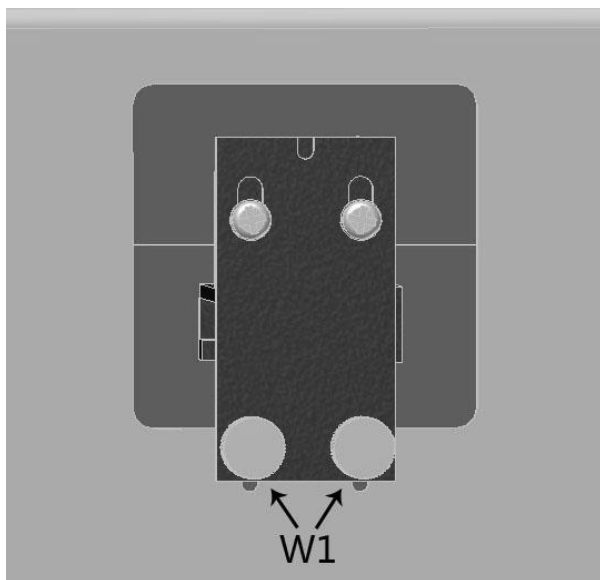
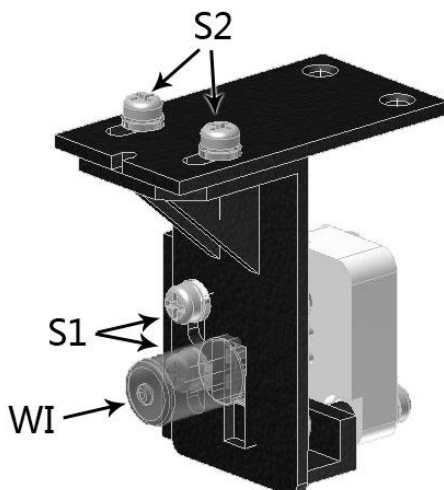

图 4.1-1
图 4.1-2
1.打开上盖，卸下钨灯电源线及灯座（图 4.1-1 箭头 W1 旋钮）。
2.更换钨灯（图 4.1-2 箭头 W1），换好后将钨灯灯座装回灯室。
4.如图 4.1-2 螺丝 S2 可以调节钨灯光斑水平位置，螺丝 S1 可以调节钨灯光斑高低，通过调节这两组螺丝，使钨灯光斑对准狭缝。
钨灯上下位置的调整：因调整钨灯光斑高低的螺丝 S1 需要将整个钨灯灯座拆下，建议在更换旧钨灯时先用卡尺记录下钨灯灯丝与灯座端部的上下相对位置距离，再将新钨灯调整到所记录的位置即可。如更换的新钨灯与旧钨灯灯丝位置差距不大，大多数情况下无需调整钨灯的上下位置，既不用调整如图 4.1-2 螺丝 S1 的位置。
钨灯水平位置的调整：将钨灯灯座固定到灯室上，通常情况将灯座靠紧氙灯方向，固定螺丝 W1（图 4.1-1 旋钮 W1），拧松螺丝 S2（图 4.1-2，注意：无需拧下螺丝），观察光斑与狭缝的位置关系，左右移动钨灯位置，使钨灯光斑对准狭缝中心。拧紧螺丝 S2。